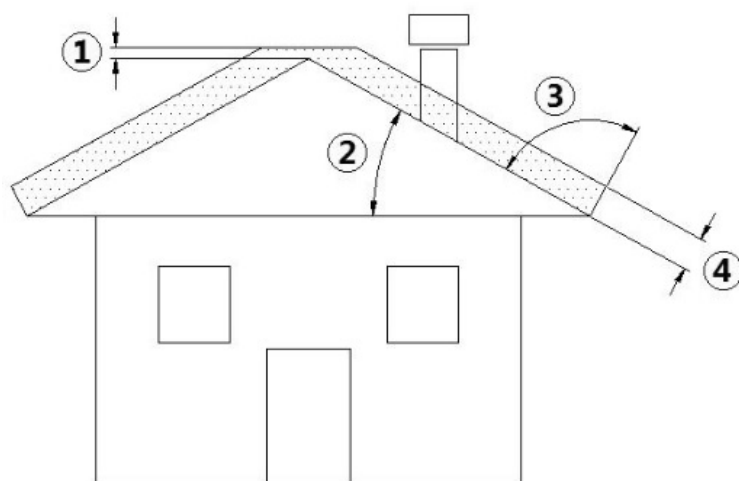

Fig. 3 - Dach skośny
OPIS	Fig. 3
- Poziom wylotu do atmosfery powinien być poza strefą odpływu spowodowaną ukształtowaniem dachu lub przeszkodami znajdującymi się w pobliżu (patrz **Fig. 3**).